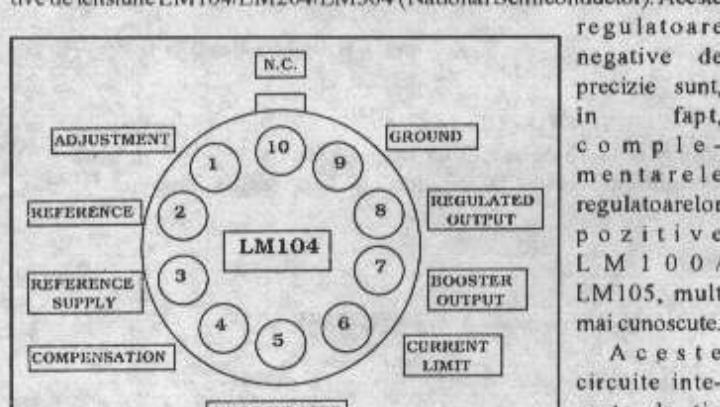

Fig. 1
a. Se scoate capacul de protecție și se desface cu grijă scara fără a strâmba acul. Ușor ea este o placă din aluminiu de 0,8 - 1 mm vopsită pe o față. La unele aparate ea este lipită pe sasiul din plastic, fiind necesară o lamă de bărbierit, care se impinge între cele două piese pînă la separarea lor. La alte aparate ea este prinsă de sasiul din plastic cu două nituri din plastic topit. Este necesară tăierea celor două capete (Fig. 1) și apoi scara se poate scoate ușor.